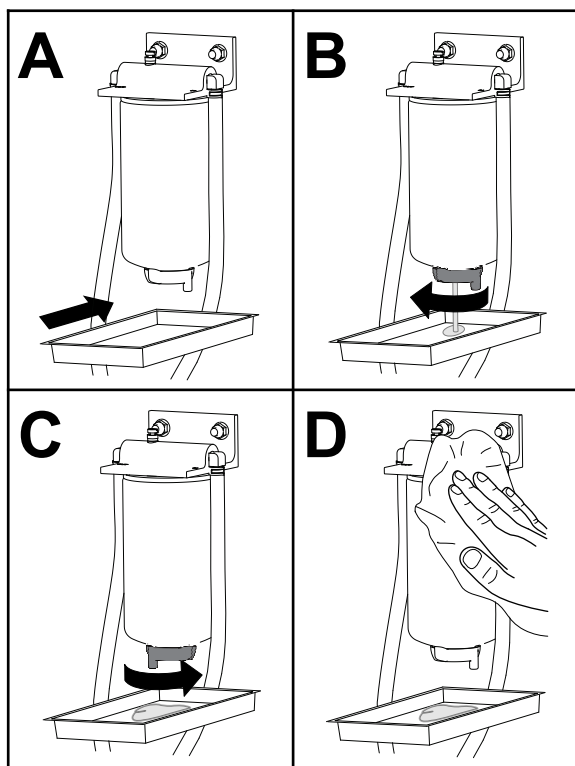

図 53
1. 図 53 に示すようにして、燃料/水セパレータから水を流し出す。
1. 図 53 に示すように燃料/水フィルタを交換する。